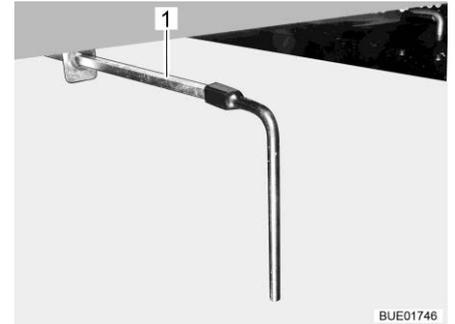

Fig. 263 Llave de desagüe
- Abrir la llave de desagüe. Para ello, encajar la llave cuadrada entregada en el cuadrado de la llave de desagüe (Fig. 263,1).